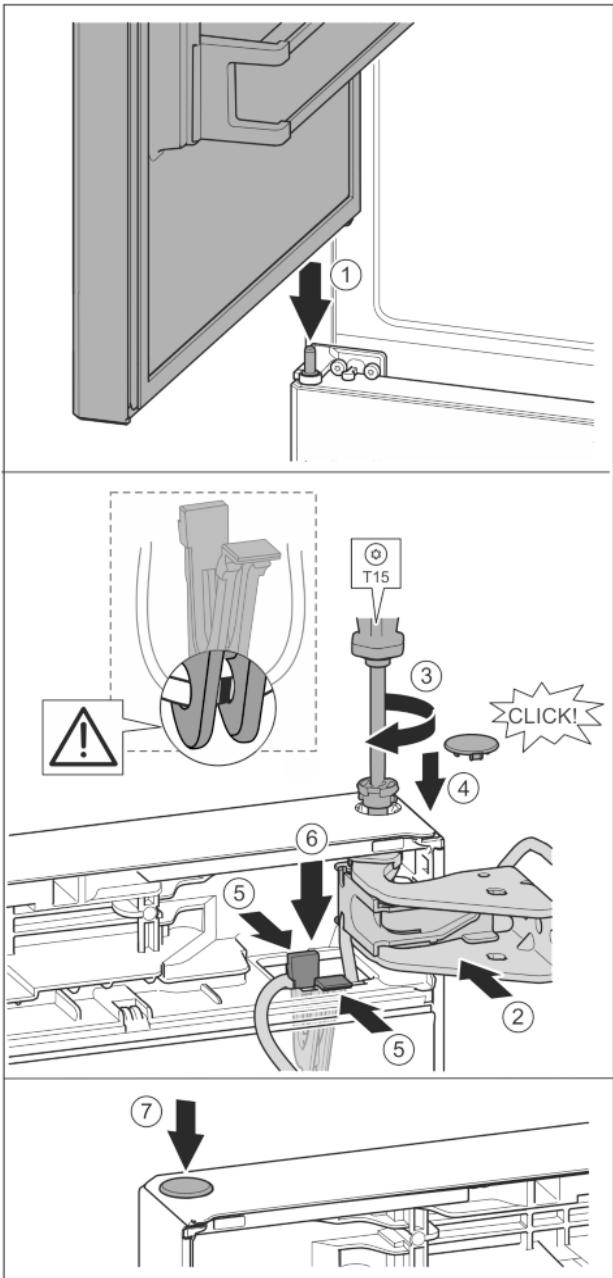

Fig. 41
- Установка верхней двери на средний опорный палец Fig. 41 (1)
- Дверь вверху выровнять по отверстию в опорном кронштейне. Fig. 41 (2)
- Вставить палец и затянуть отверткой T15. Fig. 41 (3)
- Установить предохранительную крышку для защиты двери: вставить предохранительную крышку и проверить, прилегает ли она к двери. В ином случае вставить палец полностью. Fig. 41 (4)
- Вставить держатель кабеля с закрепленным на нем кабелем в отверстие. *Fig. 41 (5)*
- Прижать держатель вниз так, чтобы соединительная накладка защелкнулась. *Fig. 41 (6)*
- Вставить заглушку. *Fig. 41 (7)*